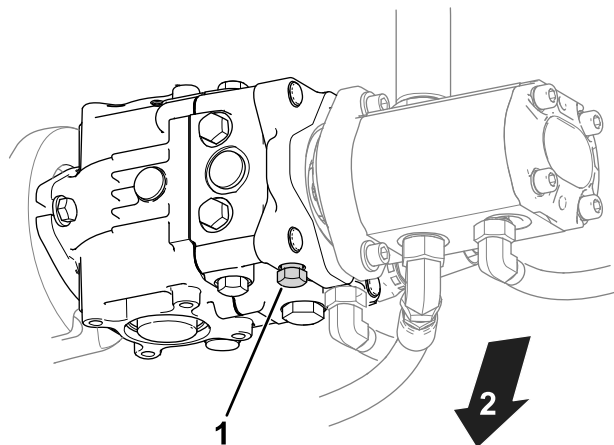

Figure 30
1. Trouvez la vanne de dérivation sur la pompe (Figure 30).